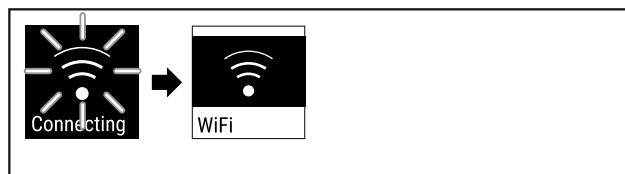

Fig. 85
- ▶ Verbinding wordt tot stand gebracht (zie Fig. 85).